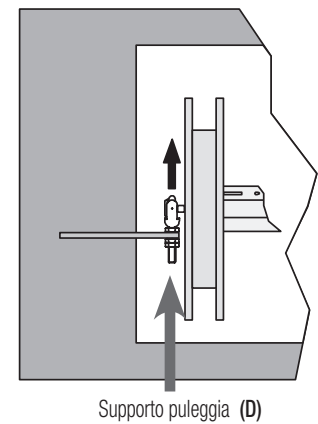

Fig. 4
3. Togliere il supporto puleggia dalla zanca (fig. 4 rif. D)